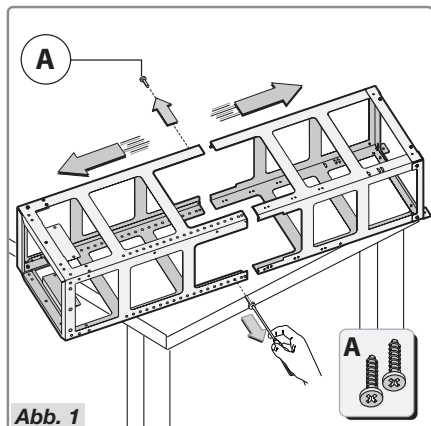

Abb. 1
- Packen Sie den Rahmen aus, und entfernen Sie die zwei Schrauben A, um den oberen vom unteren Teil abzunehmen (Abb. 1).